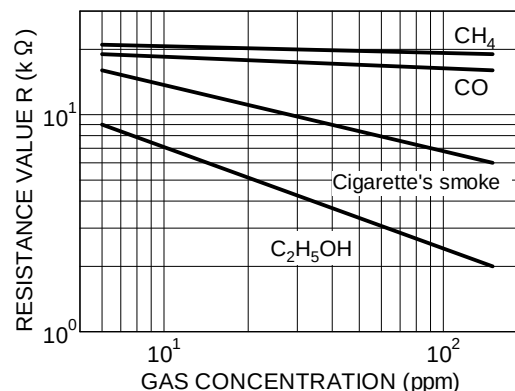

図 1.4 NGSX-03 の感度特性
NGSX-03 は図 1.4 のように、アルコールに対して高感度、高選択性の特徴を持っています。データシートの感度特性からメタン (CH_4)、一酸化炭素 (CO)、たばこの煙も検知しますが、エタノール ($\text{C}_2\text{H}_5\text{OH}$) の感度が他のガスに比べ数倍高いことがわかります。この点で、アルコールだけを選択的に検知することができます。アルコールセンサの抵抗値は、アルコール濃度に応じ数[k Ω]～数百[k Ω]で変化します。